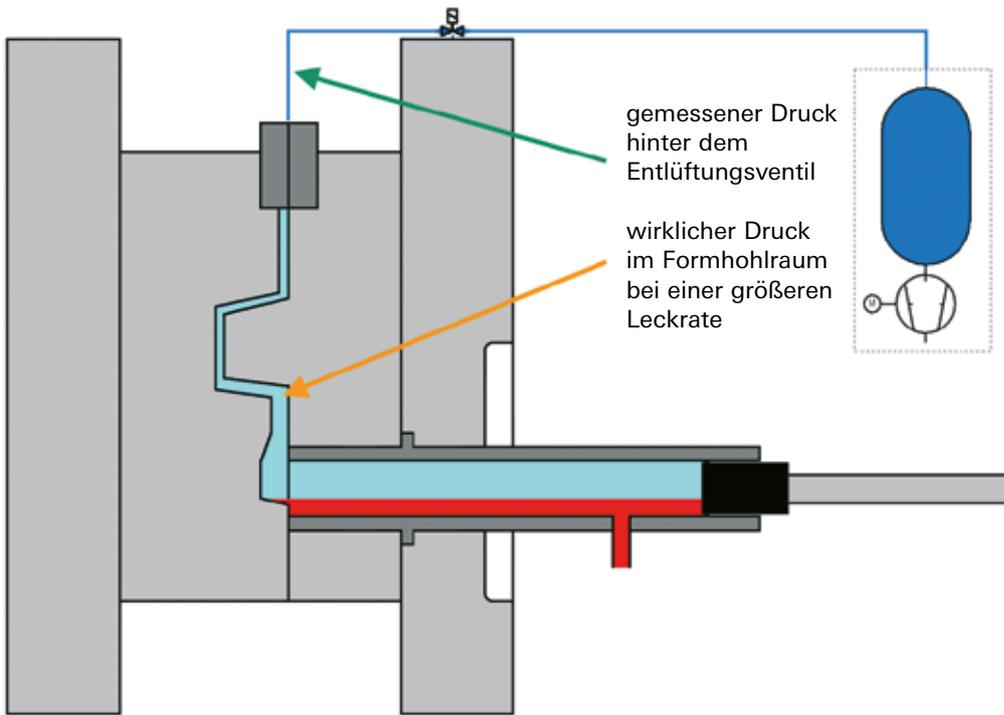

Bild 1b: Vakuumverfahren mit Metalldosierung während des Evakuierungsvorgangs
- Beim zweiten Verfahren (Bild 1b) wird bereits während des Metalldosiervorgangs evakuiert.